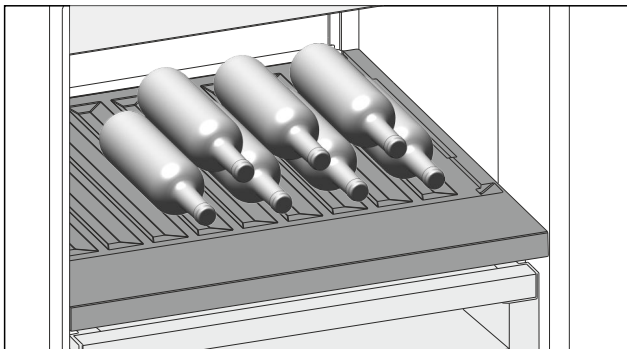

Fig. 145 Ілюстративне зображення
- ▶ Помістіть пляшки дном у напрямку до задньої стінки. (див. Fig. 145)